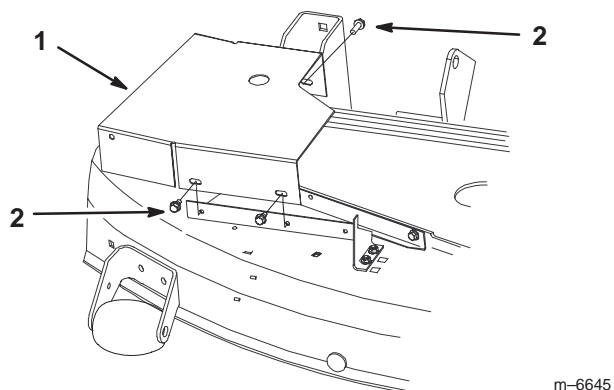

Figure 22
2. Montez le couvercle, sans le serrer, sur le haut du plateau de coupe avec 3 vis à collerette (1/4 x 1/2 pouce) (Fig. 22).